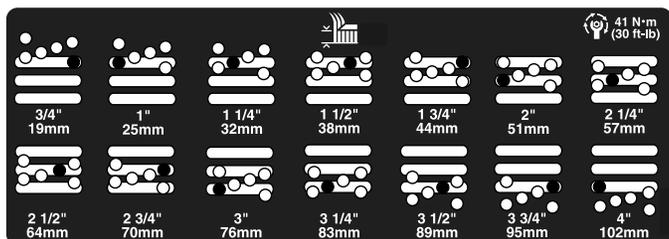

図 22
- 希望の刈り高にチェンバを合わせ、その刈り高の穴とスロットにスペースを通す 図 22。